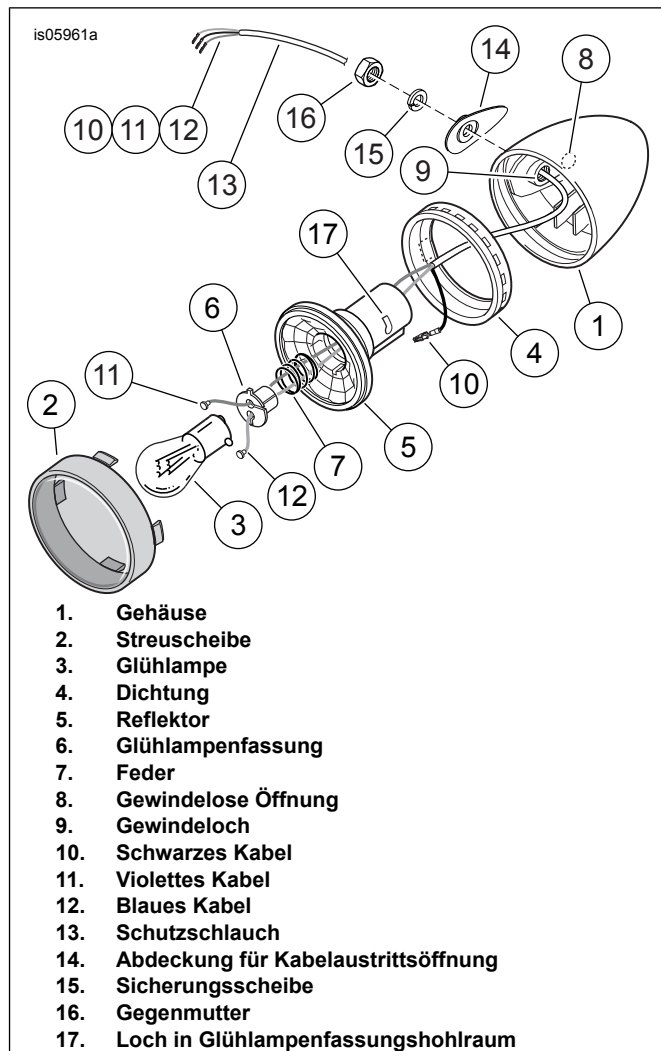

Abbildung 1. Brems-/Schlussleuchte-/Blinker (rechte Seite dargestellt)
- Siehe Abbildung 1. Die Klinge eines kleinen Schraubendrehers in den Schlitz an der Unterseite der Streuscheibe (2) einer STT-Leuchte einsetzen und drehen, um die Streuscheibe vom Gehäuse (1) auszurasen. Zum Ausbauen Glühlampe (3) nach innen und gegen den Uhrzeigersinn drehen. Die Streuscheibe und Glühlampe für den späteren Einbau zur Seite setzen.